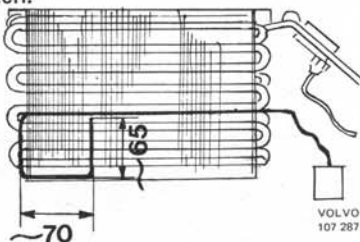

Abb. 79 Einbau von Thermostat und Fühlkörper auf dem Kältemittelverdampfer spät. Ausf.
8. Den Fühlkörper des neuen Thermostaten zunächst gerade durch das Loch in den Kühlrippen des Verdampfers stecken, dann nach Maßgabe von Abb. 79 zu einer Schlinge zurechtbiegen und zwischen die Kühlrippen des Verdampfers eindrücken.